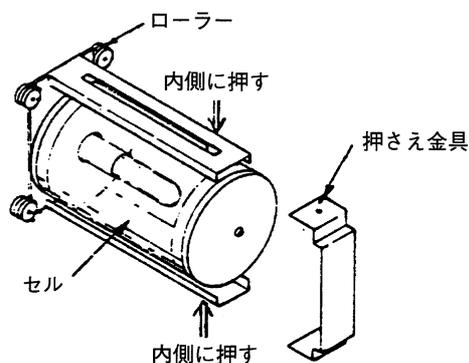

図4-23
- (1) “MAINT” スイッチをON, “MODE SELECT” ツマミを **STBY**, “POWER” スイッチをOFFにして下さい。
- (2) 検出器を測定槽からはずし, 図4-23のようにセル部を押さえ金具を取りはずして下さい。